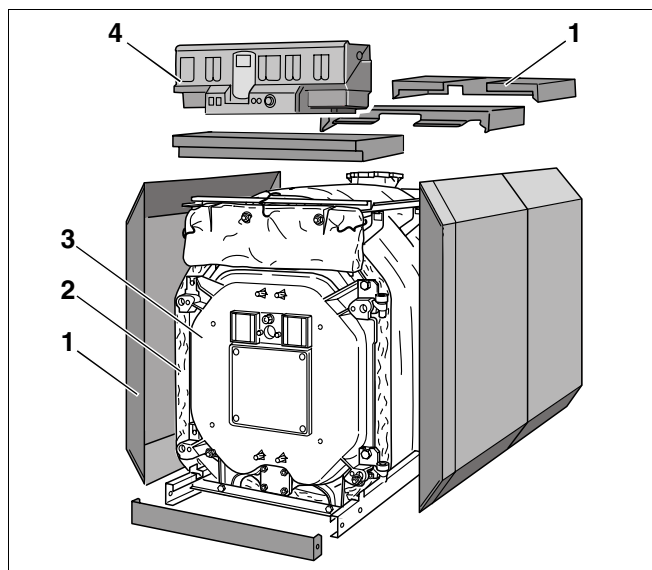
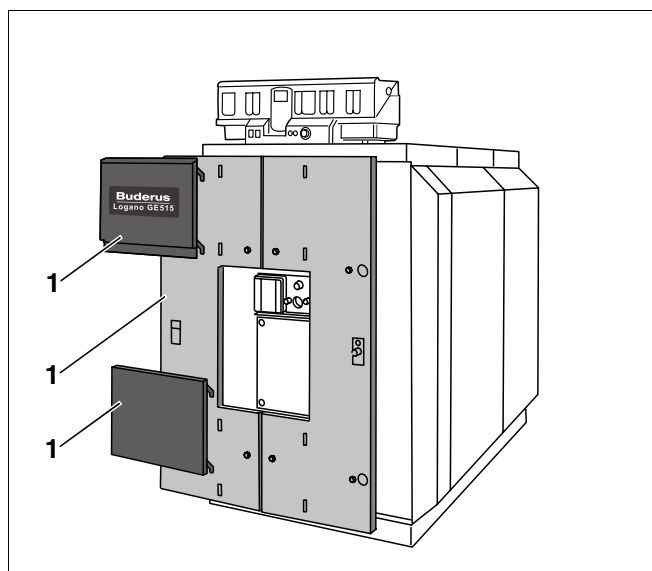

Fig. 1 Olie-/gaskedel Logano GE515
Fig. 2 Olie-/gaskedel Logano GE515
- Kedelkrop (fig. 1, **pos. 3**).
- Kedelkrop (beklædning, fig. 1 og fig. 2, **pos. 1**), isolering (fig. 1, **pos. 2**).
- Instrumentpanel (fig. 1, **pos. 4**)